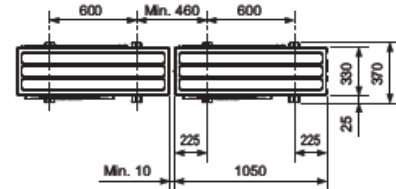

Fig. 3-1
• Asigurati-va ca instalati unitatea pe o suprafata robusta si uniforma pentru a preveni zgomotele de zgomot in timpul functionarii. (Fig.3-1)